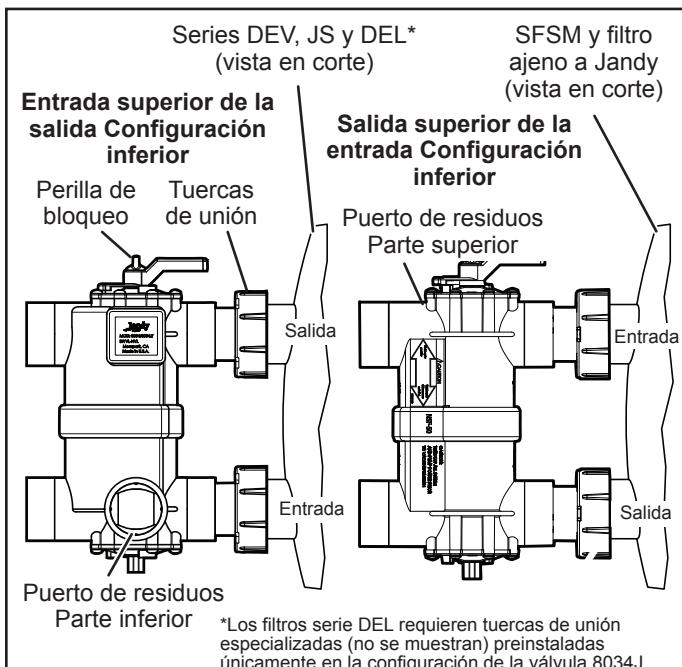

Figura 1. Posiciones de la manija (DE y arena)
6. Sostenga la válvula en la orientación correcta y coloque en los puertos del filtro. Consulte la Figura 1.
- Afloje y extraiga la perilla de bloqueo y la manija de la válvula. Consulte la Figura 1.